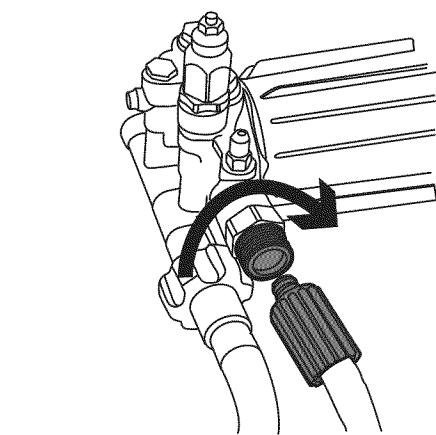

Figure 4-15. Raccorder le tuyau à haute pression à la pompe
- 6. Raccordez le tuyau à haute pression à la pompe (déroulez le tuyau avant de le raccorder à la pompe ou au pistolet de pulvérisation) (Figure 4-15). Serrez à la main.